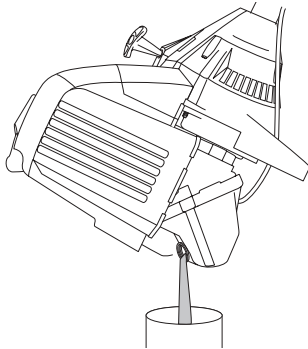

Figure 42
3. Versez l'huile de l'orifice de remplissage dans un récipient en inclinant l'appareil à la verticale (Fig. 42). Allouez assez de temps pour une vidange complète.